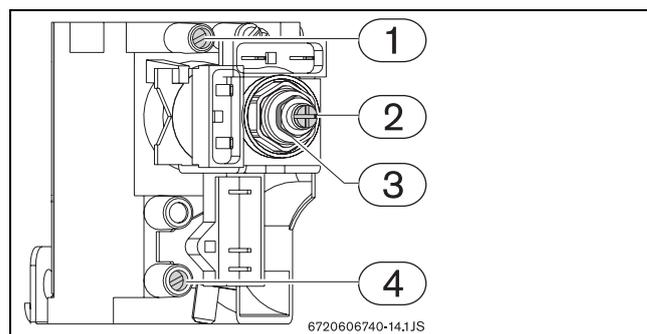

Fig. 18 Punti di controllo/regolazione gas
- ▶ Svitare la vite posta internamente alla presa di pressione posta internamente alla bruciatore (→Fig. 18, pos. 1) senza toglierla.
- ▶ Con una chiave di misura corrispondente, ruotare il dado (→Fig. 18, pos. 3):
- ▶ Tenere fermo il dado (→Fig. 18, pos. 3) con una chiave di misura corrispondente.
- ▶ Con un cacciavite **non magnetico** ruotare la vite (→Fig. 18, pos. 2):